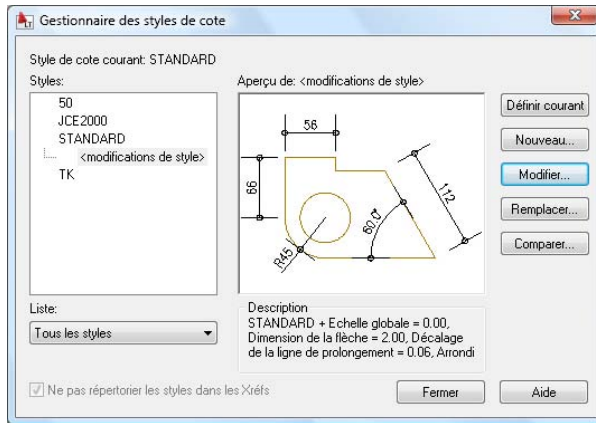

Figure 5.77
2. Le gestionnaire des styles de cote apparaît à l'écran (voir Figure 5.77).